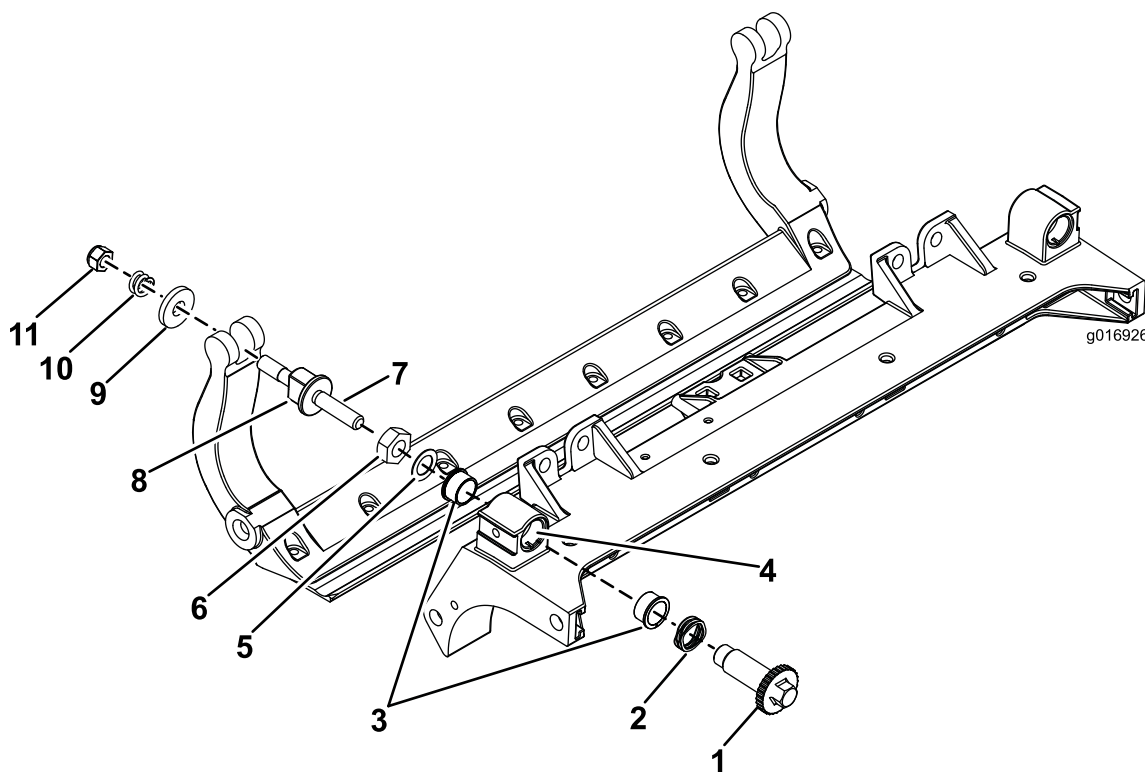

Figura 34
1. Retire todas as peças (consulte as *Instruções de instalação* do Kit DPA HD Modelo n.º 120-7230 e Figura 34).
2. Aplique Never Seize no interior da área dos casquilhos na estrutura central da unidade de corte (Figura 34).
3. Alinhe as chaves nos casquilhos das flanges com as ranhuras na estrutura e instale os casquilhos (Figura 34).
4. Instale uma anilha ondulada no veio do ajustador e deslize o veio do ajustador para os casquilhos da flange na estrutura da unidade de corte (Figura 34).
5. Prenda o veio ajustador com uma anilha plana e porca de bloqueio (Figura 34). Aperte a porca de bloqueio com 20 a 27 Nm.
12. Coloque uma arruela de aço no exterior de cada uma das arruelas de nylon (Figura 34).
13. Aperte a porca em cada conjunto de ajustador da barra de apoio até que a mola de compressão esteja totalmente comprimida e, em seguida, desaperte a porca 1/2 volta (Figura 34).